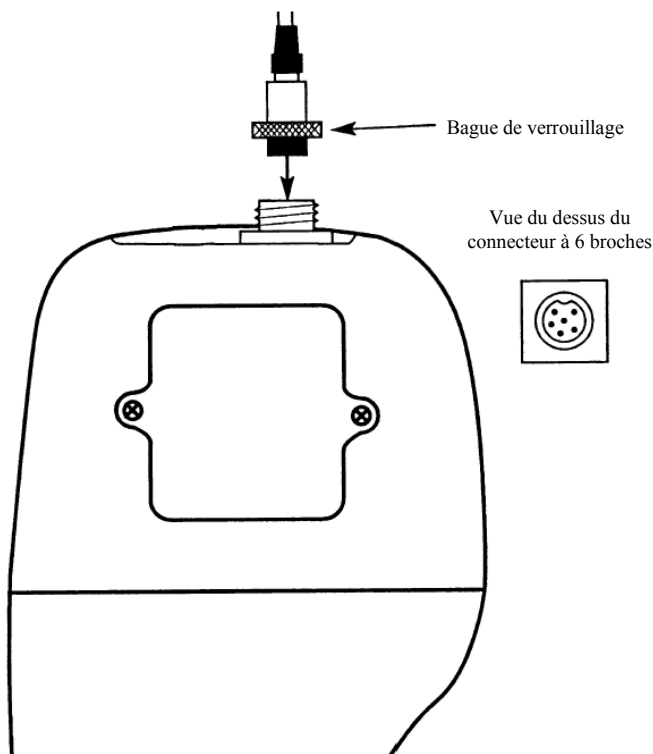

Figure 4 : Connexion de la sonde O₂
1. Aligner l'encoche et les 6 broches du connecteur de la sonde avec les trous dans le connecteur situé en haut de l'appareil. Enfoncer et visser la bague de verrouillage pour fixer le connecteur de la sonde en position. Voir figure 4 ci-dessous.